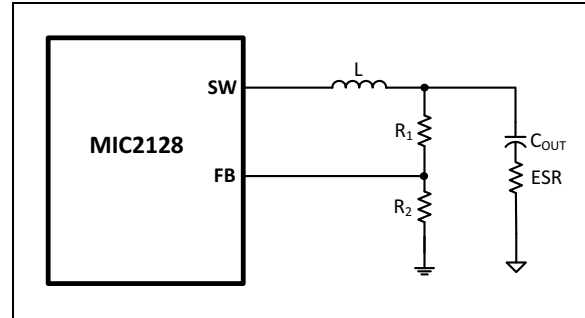

图 5-5: FB 处纹波充足
1. 输出电容（图 5-5）的 ESR 较大，反馈电压处的纹波充足。转换器可稳定工作，不必在 FB 节点处额外注入纹波。公式 5-26 给出了反馈电压纹波的计算方法。